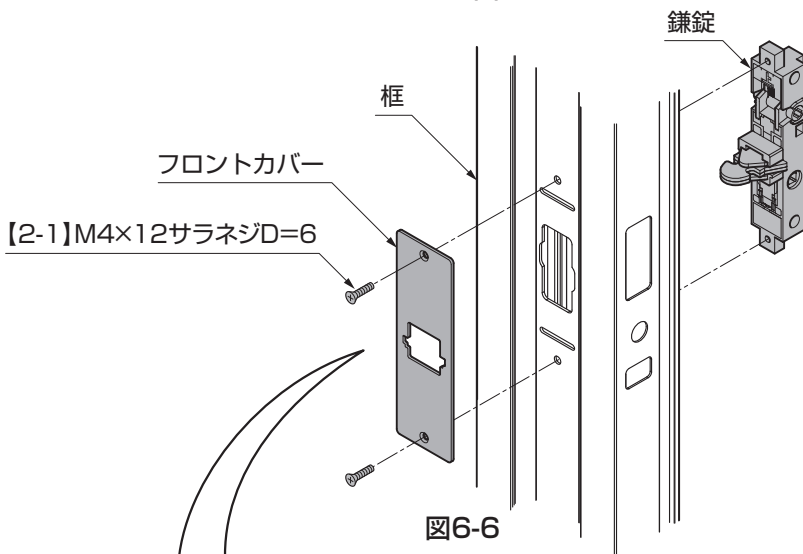

図6-6
- ① 錠掛け側のフレームに、鎌錠を差込み、フロントカバーでフレームを挟み込むようにして[2-1]で仮固定してください。（図6-6参照）